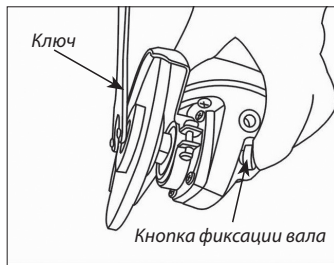

Рис. 4
2. Для затяжки стопорной гайки нажмите на кнопку фиксации вала так, чтобы он не мог вращаться. Затем воспользуйтесь ключом стопорной гайки и крепко затяните ее по часовой стрелке (Рис. 4).